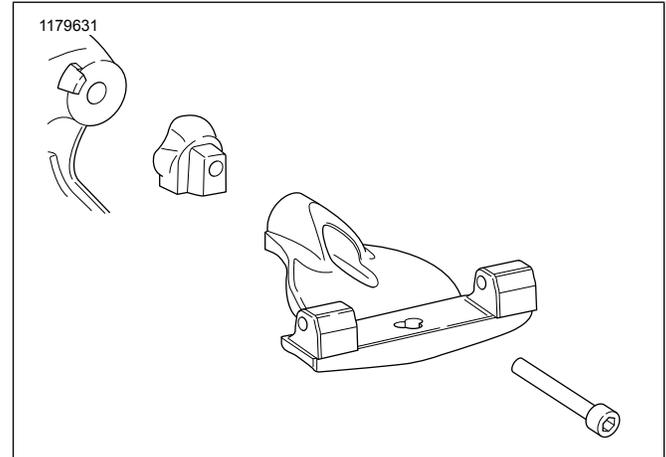

Abbildung 1. Rechtsseitiger Einbau: FXBR/S, FXBB, FLFB/S, FLSL, FXLR
2. Für die Modelle **FXBR/S, FXBB, FLFB/S, FLSL und FXLR** siehe Abbildung 1. Für die Modelle **FLSB, FLHC und FLDE** siehe Abbildung 2. Die Trittbrettbefestigung in Position bringen. Loctite Gewindegewissungsmittel 243 auf die Innensechskantschraube auftragen und diese durch die Trittbrett-Baugruppe und den entsprechenden Adapter in das Befestigungsloch einführen.